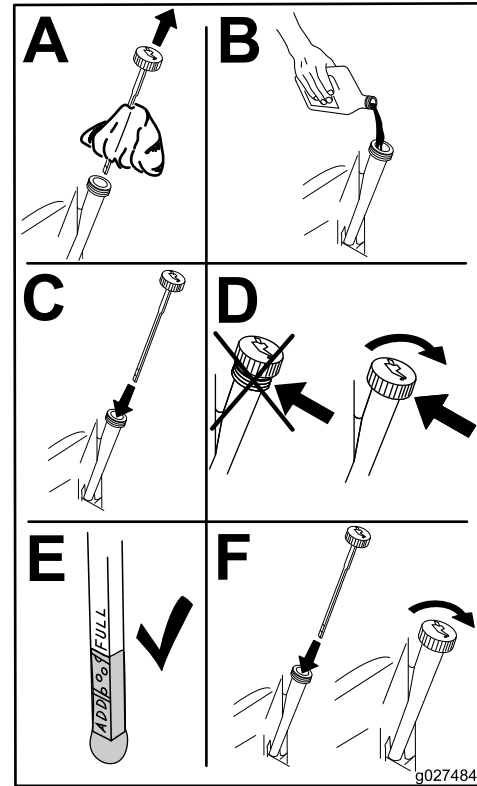

Figure 30
6. Versez lentement environ 80 % de la quantité d'huile spécifiée dans l'orifice de remplissage (Figure 30).
7. Vérifiez le niveau d'huile; voir Figure 30.